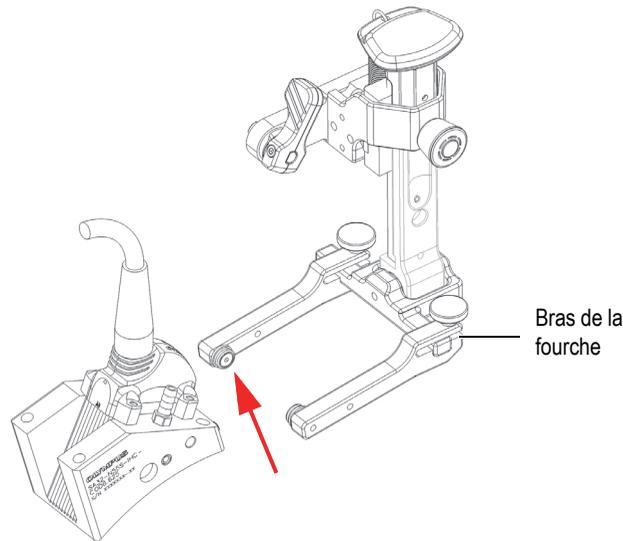

Figure 2-19 Alignement du trou du pivot du sabot avec le bouton du bras de la fourche
3. Pour réinstaller un assemblage sonde-sabot sur le support de sonde, alignez les trous du pivot du sabot avec le bouton du bras de la fourche qui n'est pas glissé vers l'extérieur (Figure 2-19 à la page 50).